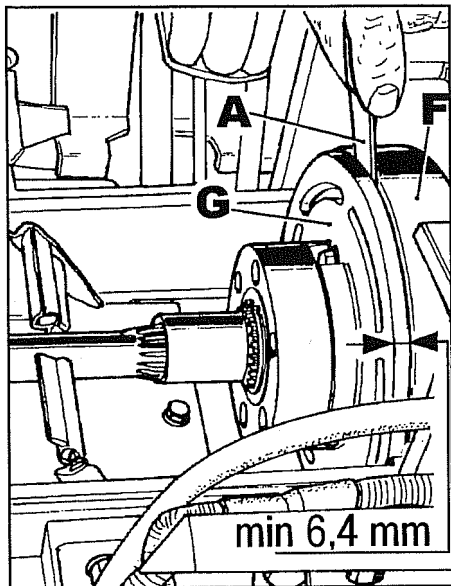

Abb. 8
- 6.1 Mit einem Dickenmesser **A** Abb. 8 den Abstand zwischen den Scheiben **F** und **G** messen. Dieser Abstand muß, um die Übertragung der Bewegung zu gestatten, **von 0,6 mm** bis nicht über **2 mm** gehen (nicht vergessen, daß die Bewegungsübertragung bei **2 mm** schon kritisch sein könnte, wenn Geräte eine beträchtliche Kraft brauchen).
Bevor man die Einstellung vornimmt, die Stärke der Scheibe **G** Abb. 8 messen, die nicht genau so groß oder kleiner als **6,4 mm** sein darf, weil die Kupplung sonst zu ersetzen ist.